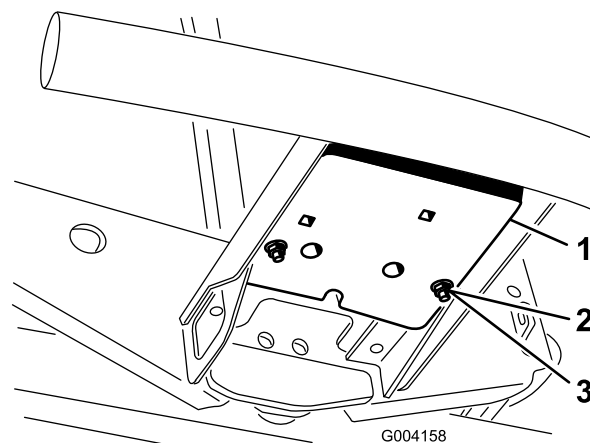

図 13
**2輪駆動モデル**では、定められた数のウェイト（表でご確認ください）を、所定位置（バンパーの上または下）に、図 13 のように取り付けます。